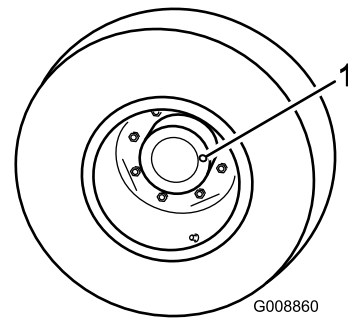

Figura 37
1. Con la máquina en una superficie nivelada, coloque la rueda de manera que el tapón de verificación/vaciado (Figura 37) esté en posición de las 3 o de las 9.
2. Retire el tapón de la transmisión planetaria (Figura 37). El aceite debe llegar a la parte inferior del orificio del tapón de verificación en la parte trasera del freno.